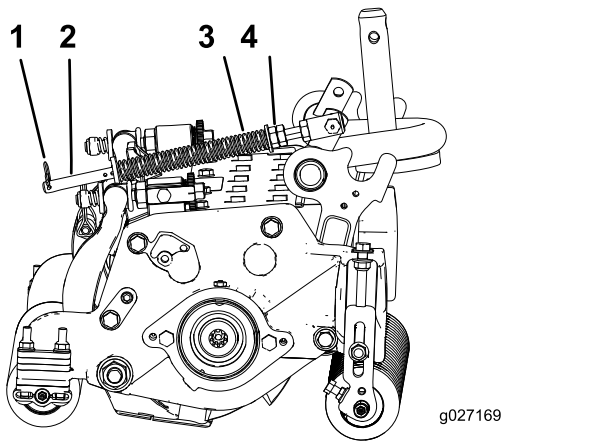

图17
1. 确保发卡销安装在弹簧杆的后孔内 图17。
2. 拧紧弹簧杆前端的六角螺母直至压缩后的弹簧长度为159mm 图17。